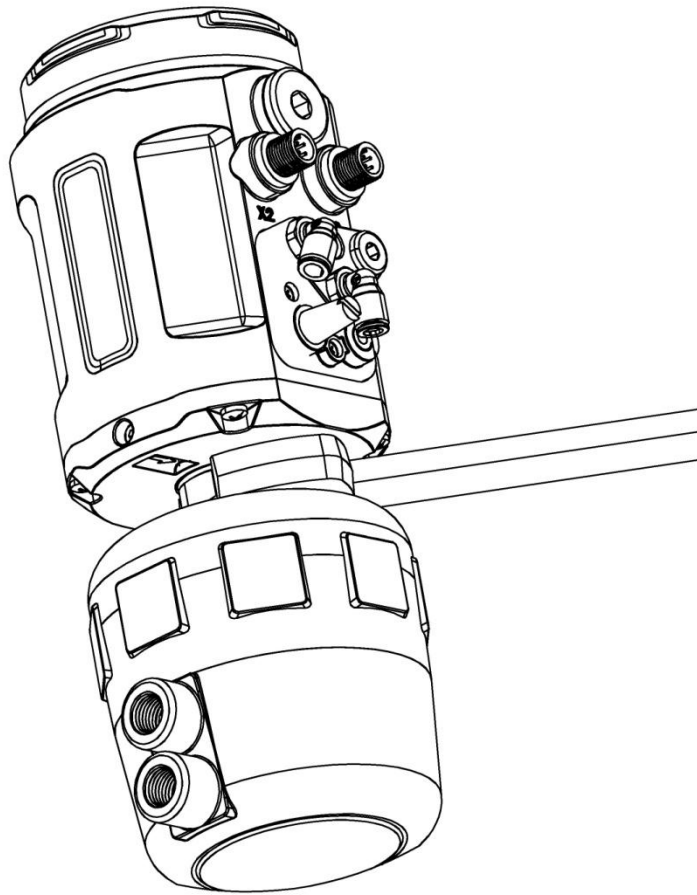

图7. 定位器与执行器组装
- 将执行器内部阀杆升到最高位置，用 **32 号** 扳手将定位器底部的执行器连接组件右旋入到执行器对应螺纹接口，并确保旋紧连接组件。如图 7 所示。
若需要调整定位器操作界面角度，松开 A 处的内六角紧定螺钉后（如图 7 所示），顺时针或逆时针 180°范围内调整到需要的角度，再拧紧紧定螺钉。